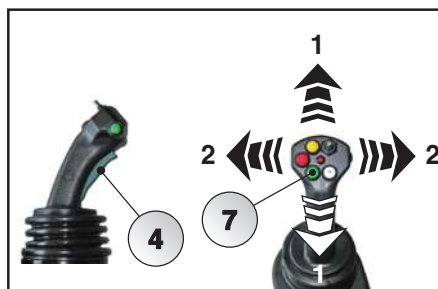
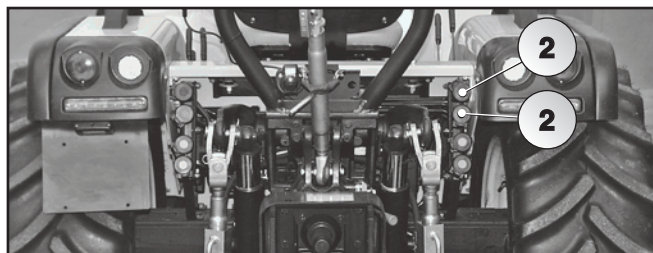

Fig. 5.82
Fig. 5.83
Tenendo premuto il pulsante di sicurezza color verde (4) (uomo presente) e tenendo premuto il tasto verde (7) è possibile muovere l'impugnatura del Joystick nella direzioni indicate (Fig. 5.82) ed alimentare i giunti rapidi come evidenziato nelle figure 5.83/84.